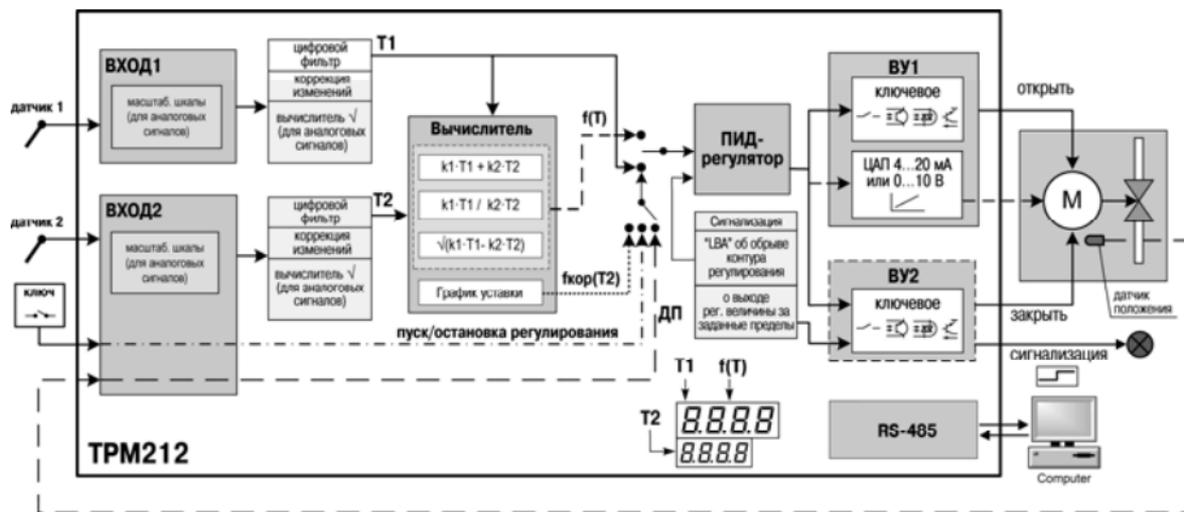

Рис. 1
В процессе работы TRM212 производит опрос датчиков, вычисляя по полученным данным текущие значения измеряемых величин, отображает их на ЦИ и выдает соответствующие сигналы на выходные устройства. Структурная схема прибора приведена на рис. 1.
3.1.3.1. К дополнительному входу подсоединяют ключ. Ключом осуществляется запуск и остановка процесса регулирования (см. рис. 1).